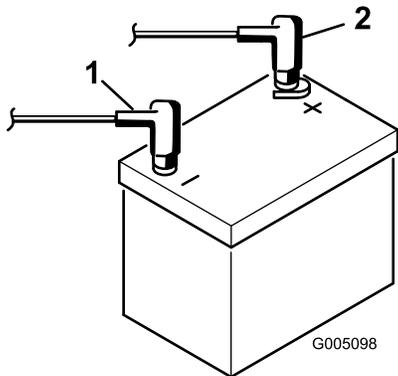

图8
9. 使用螺栓和螺母将正极（红色）接线连接到正极（+）电池端子，负极（黑色）接线连接到负极（-）电池端子（图8）。将橡皮套滑动到正极电池端子上、防止可能发生的短路情况。